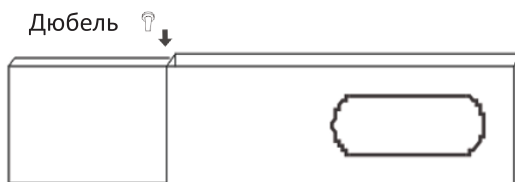

Рис. 7
2. Отрегулируйте длину оконной заглушки в соответствии с шириной или высотой окна и закрепите его дюбелем (рис. 7).